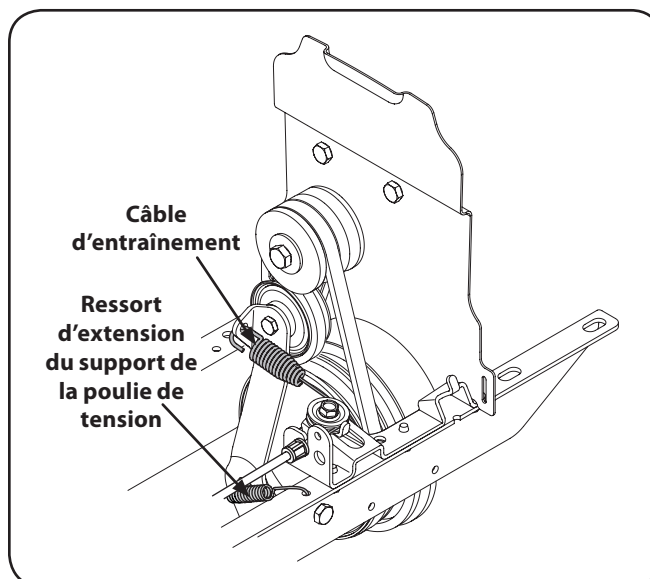

Figure 7-3
4. Démontez le ressort d'extension du support de la poulie de tension, comme à la Figure 7-3. Utilisez une pince à bec effilé pour atteindre l'extrémité accrochée au châssis. Dégagez-la et éloignez-la du châssis pour éliminer la tension du ressort.
5. Décrochez le câble d'entraînement du support de la poulie de tension. Voir la Figure 7-3.